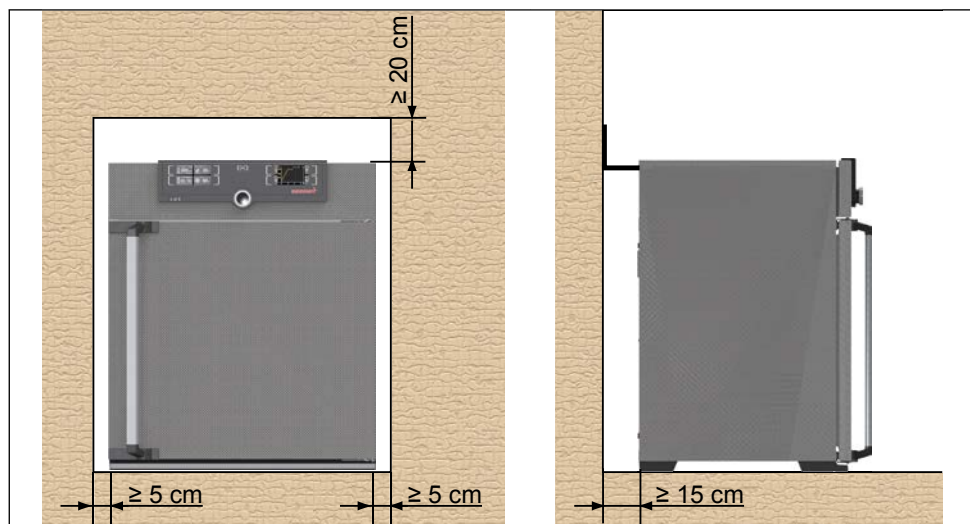

Fig. 9 Minimumsafstande til vægge og loft
Der skal være en afstand på mindst 15 cm mellem væggen og enhedens bagside. Afstanden til loftet må ikke være under 20 cm, og afstanden til væggen eller en anden enhed må ikke være under 5 cm (Fig. 9). Det skal principielt sikres, at der er tilstrækkelig luftcirkulation omkring enheden.
2. Bøj tippetrikningen 90° opad ved den ønskede vægafstand (overhold minimumsafstanden til væggen, se Fig. 9).